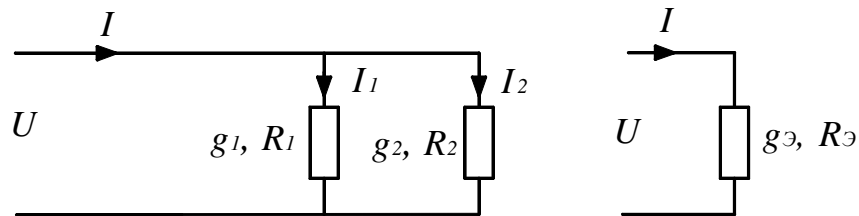

Рис. 2.2
*Параллельным соединением* называют такое соединение элементов, при котором одни и те же выводы элементов соединены с выводами других элементов (рис. 2.2).